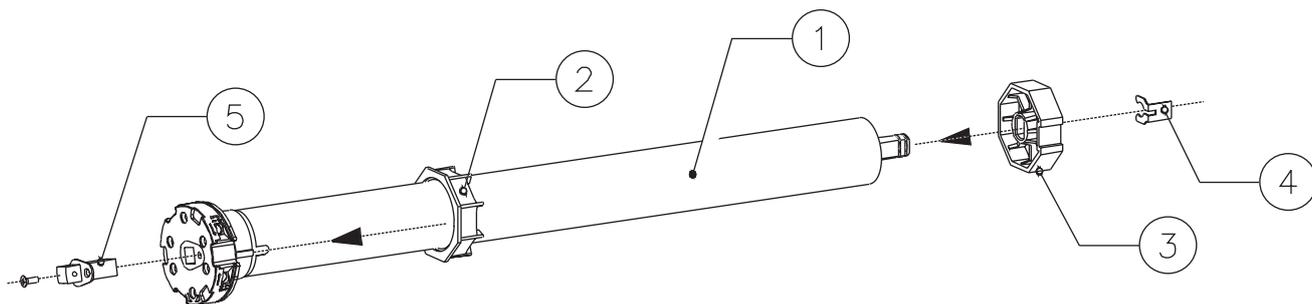
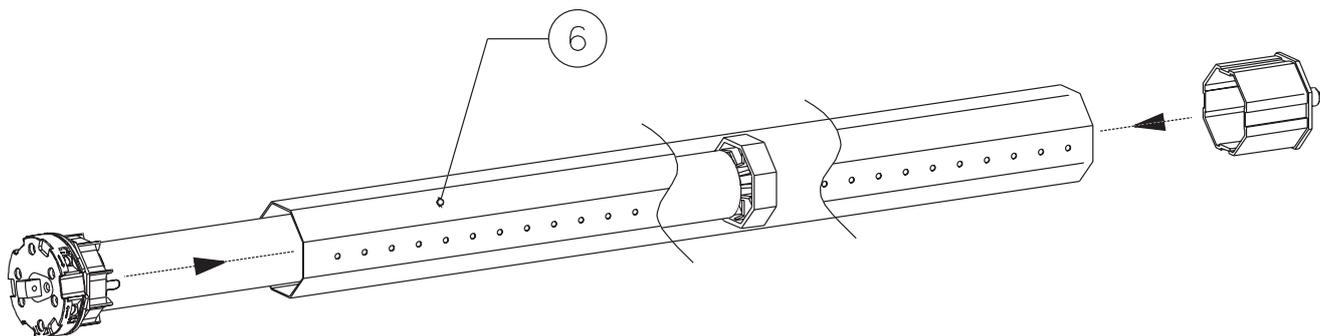
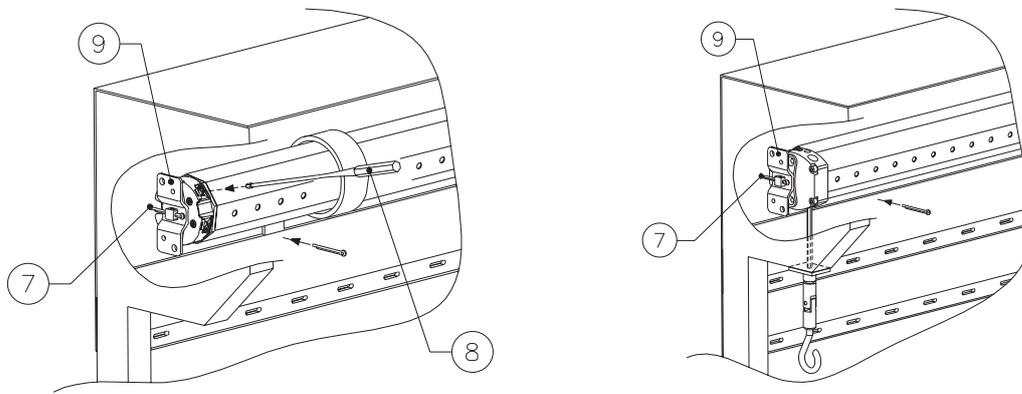
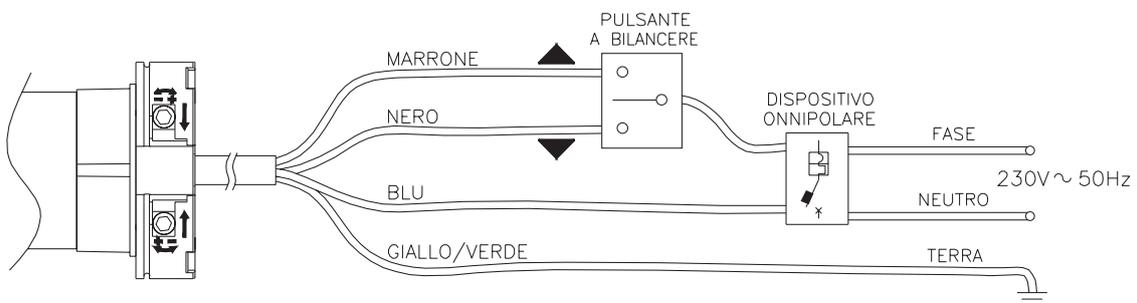

Fig.1
Fig.2
Fig.3
Fig.5
Facendo riferimento allo schema di montaggio, preparare il motoriduttore con la seguente sequenza di operazioni: **A**) Infilare la corona del fincorsa (2) sul motoriduttore (1) fino ad inserirsi nel corrispondente anello di fincorsa facendo combaciare le due scanalature; spingere fino alla battuta come indicato nella fig. 1. Inserire la puleggia di trascinamento (3) sull'albero del motore e bloccarla con relativo fermo (4). Applicare l'adattatore per staffa (5) sulla testa del fincorsa bloccando con le apposite vite date in dotazione. **B**) Introdurre il motoriduttore così assemblato nel tubo di avvolgimento (6) fino ad inserire anche l'estremità della corona (2), (vedi fig. 2). Fissare la puleggia di trascinamento (3) al tubo di avvolgimento (6) mediante una vite in modo tale da evitare possibili slittamenti e movimenti assiali del motore. **C**) Infine bloccare la testa del motoriduttore all'apposita staffa (9) mediante la copiglia (7) data in dotazione (fig.3). **D**) Prima di agganciare il telo al rullo eseguire il collegamento elettrico come mostrato in fig. 5. **E**) Premere il pulsante di salita o discesa per verificare la rotazione del rullo nel senso di avvolgimento e/o svolgimento del telo (in caso contrario invertire i cavi nero e marrone. A questo punto, premere il pulsante di discesa fino al completo arresto della rotazione del rullo. Agganciare il telo al rullo, e premere il pulsante di salita fino a quando il telo si ferma. Procedere ora con la regolazione dei fincorsa, attraverso l'apposito regolatore (8).
En référence au schéma de montage, préparer le motoréducteur en suivant ces instructions: **A**) Enfiler la couronne du fin-de-course (2) sur le motoréducteur (1) jusqu'à son insertion dans l'anneau de fin-de-course en faisant coïncider les deux rainures; pousser jusqu'à la feuillure, comme indiqué à la fig.1. Insérer la poulie d'entraînement (3) sur l'arbre du moteur et la bloquer avec un arrêt (4). Appliquer l'adaptateur pour support (5) sur la tête du fin-de-course en bloquant avec les vis fournies. **B**) Introduire le motoréducteur assemblé dans le tuyau d'enroulement (6) jusqu'à l'insertion de l'extrémité de la couronne (2), (cf. fig. 2). Fixer la poulie d'entraînement (3) au tuyau d'enroulement (6) à l'aide d'une vis afin d'éviter les éventuels glissements et les mouvements axiaux du moteur. **C**) Enfin, bloquer la tête du motoréducteur à la bride (9) à l'aide de la goupille (7) fournie (fig.3). **D**) Avant d'accrocher la toile au rouleau effectuer le branchement électrique comme indiqué à la fig. 5. **E**) Appuyer sur le bouton de remontée ou de descente afin de vérifier la rotation du rouleau dans le sens d'enroulement e/ou de déroulement de la toile (dans le cas contraire, inverser les câbles noir et marron). A ce niveau, appuyer sur le bouton de descente jusqu'à l'arrêt complet de la rotation du rouleau. Accrocher la toile au rouleau et appuyer sur le bouton de remontée jusqu'à l'arrêt de la toile. Procéder à présent au réglage des fin-de-course, à l'aide du régulateur (8).
Using the assembly diagram as your reference, prepare the gearmotor in the following operating sequence: **A**) Insert the rim of the limit switch (2) into the gearmotor (1) until it enters the corresponding run control ring and the two grooves engage. Push it up to the mechanical stop as indicated in figure 1. Place the driving pulley (3) onto the transmission shaft and block it with the corresponding retainers. (4). Fix the adaptor for the retaining bracket (5) onto the head of the limit switch with the screws provided. **B**) Introduce the gearmotor thus assembled into the winding spindle (6) until it inserts into the extremity of the rim (2), (see figure 2). Fix the driving pulley (3) to the winding spindle (6) by a screw to prevent the motor from sliding or moving axially. **C**) Finally block the head of the gearmotor onto the corresponding retaining bracket (9) using the splint pin (7) provided (figure 3). **D**) Before hooking awning to the winding spindle make the electric connections as illustrated in figure 5. **E**) Press the lifting and closing button to check that the winding spindle moves in the correct direction for winding and/or unwinding the awning (if the direction is incorrect invert the black and brown wires). At this point, press the closing button until the winding spindle stops. Attach the awning to the winding spindle and press the lifting button until the awning stops. Now regulate the limit switch, using the apposite adjustment (8).
Haciendo referencia al esquema de montaje, preparar el motorreductor en la siguiente secuencia de operaciones: **A**) Introducir la corona de final de recorrido (2) en el motorreductor (1) hasta colocarlo en el correspondiente anillo de final de recorrido haciendo coincidir las dos ranuras; empujar hasta el tope como se indica en la fig. 1. Introducir la puleya de arrastre (3) en el arbol del motor y bloquearla con su correspondiente cierre (4). Aplicar el adaptador para abrazadera (5) en la extremidad del final de recorrido bloqueándolo con los tornillos que se incluyen. **B**) Introducir el motorreductor montado de esta forma en el tubo de recogida (6) hasta introducir también las extremidades de la corona (2), (ver fig. 2.) Fijar la puleya de arrastre (3) al tubo de recogida (6) con un tornillo, de forma que se eviten posibles deslices y movimientos axiales del motor. **C**) Al final bloquear la extremidad del motorreductor en la abrazadera (9) mediante la chaveta (7) que se entrega (fig.3). **D**) Antes de enganchar la tela al rodillo realizar la conexión eléctrica como se muestra en la fig. 5. **E**) Presionar el pulsador de subida y bajada para comprobar la rotación del rodillo en la recogida y/o como se desenrolla la tela (en caso contrario invertir los cables negro y marrón) A este punto, presionar el pulsador de bajada hasta la completa parada de la rotación del rodillo. Enganchar la tela al rodillo y presionar el pulsador de subida hasta que se pare la tela. Proceder entonces con la regulación del final de recorrido a través del reglador (8).
Unter Hinweis auf das Montageschema sind die Rohmotor mit der nachstehenden Aufeinanderfolge von Operationen vorzubereiten: **A**) Den Endanschlagkranz (2) auf den Rohmotor (1) stecken, bis er in den entsprechenden Endanschlagring eingefügt ist, wobei die zwei Rillen auf einander passen müssen; bis zum Anschlag drücken, wie in Abb. 1 gezeigt. Die Mitnehmscheibe (3) auf der Motorwelle einfügen und mit der entsprechenden Befestigung blockieren (4). Den Adapter für den Bügel (5) auf dem Kopf des Endanschlags applizieren und mit den eigens beigelegten Schrauben blockieren. **B**) Den auf diese Weise montierten Motor in das Aufwicklungsrohr (6) einfügen, bis auch die Extremitäten des Kranzes (2) eingefügt sind. (Siehe Abb. 2). Die Mitnehmscheibe (3) auf dem Aufwicklungsrohr (6) mittels einer Schraube derart befestigen, dass eventuelle Rutschbewegungen oder axiale Bewegungen des Motors vermieden werden. **C**) Schließlich den Kopf des Motors auf dem eigens vorgesehenen Bügel (9) mittels des beigelegten Splints (7) blockieren (Abb. 3). **D**) Vor der Befestigung der Markise an der Rolle ist die elektrische Verbindung wie auf Abb. 5 gezeigt herzustellen. **E**) Die Taste für das Heben und Senken drücken, um die Rotation der Rolle im Aufwicklungs- und/oder Abwicklungssinn der Markise zu prüfen (im gegenteiligen Fall ist das schwarze und das braune Kabel umzukehren). An diesem Punkt die Taste für das Senken bis zum völligen Stillstand der Rotation der Rolle drücken. Die Markise an die Rolle anhängen und die Hebetaste solange drücken, bis die Markise anhält. Den Endanschlag mit Hilfe des geeigneten Reglers einstellen (8).
Consultando o esquema de montagem, preparar o motorreductor com a seguinte sequência de operações: **A**) Enfiar a coroa do fim-de-percurso (2) no motorreductor (1) até que se introduza no anel de fim-de-percurso correspondente fazendo juntar as duas ranhuras, empurrar até que se assente como está indicado na fig. 1. Introduzir a roldana de arrematamento (3) no eixo do motor e bloqueá-la como stop relativo (4). Aplicar o adaptador para suporte (5) no cabeçote do fim-de-percurso bloqueando com os parafusos apropriados fornecidos. **B**) Introduzir o motorreductor montado desta maneira no tubo de enrolamento (6) até que a extremidade da coroa se fique introduzida também (2), (veja fig. 2). Fixar a roldana de arrematamento (3) no tubo de enrolamento (6) mediante um parafuso de tal maneira que evite possíveis escorregadelas e movimentos axiais do motor. **C**) Por fim bloquear o cabeçote do motorreductor no suporte apropriado (9) mediante o perno (7) fornecido (fig. 3). **D**) Antes de enganchar o toldo ao rolo realizar a conexão elétrica como está mostrado na fig. 5. **E**) Pressionar o botão de subida ou de descida para verificar a rotação do rolo no sentido de enrolamento e/ou desenrolamento do toldo (caso contrário inverti os cabos preto e marrom). A esta altura, pressionar o botão de descida até que a rotação do rolo pare completamente. Enganchar o toldo ao rolo, e pressionar o botão de subida até que o toldo pare. A partir de então continuar fazendo a regulação do fim-de-percurso, por meio do regulador apropriado (8).